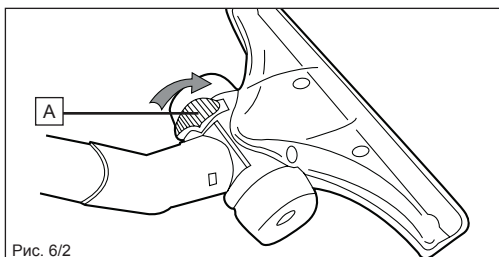

Рис. 6/2
- Чтобы быстрее удалить избыточную влагу, необходимо перевести педаль переключения (A) на насадке Fibreflow в переднее положение. Это перекроет подачу чистящего раствора, позволив удалить избыточную влагу (Рис. 6/2).